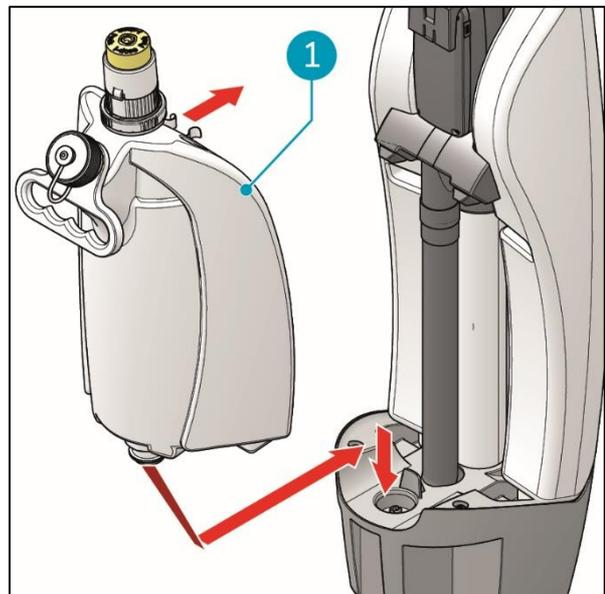

Figure 13
2. Placer le réservoir de solution de nettoyage (Figure 13, pos. 1) sur l'i-mop XXL Pro avec la valve en premier.